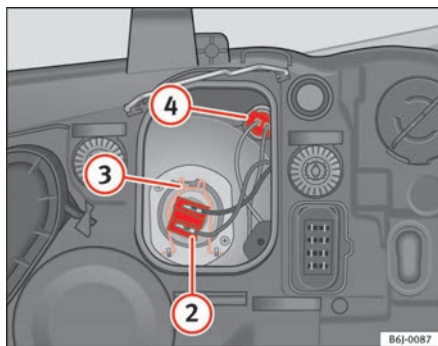

Abb. 146 Standlicht
- Ziehen Sie den Stecker ⇒ Abb. 146 ② von der Lampe ab.
- Die Haltefeder ⇒ Abb. 146 ③ durch Eindrücken und Rechtsdrehung abnehmen.